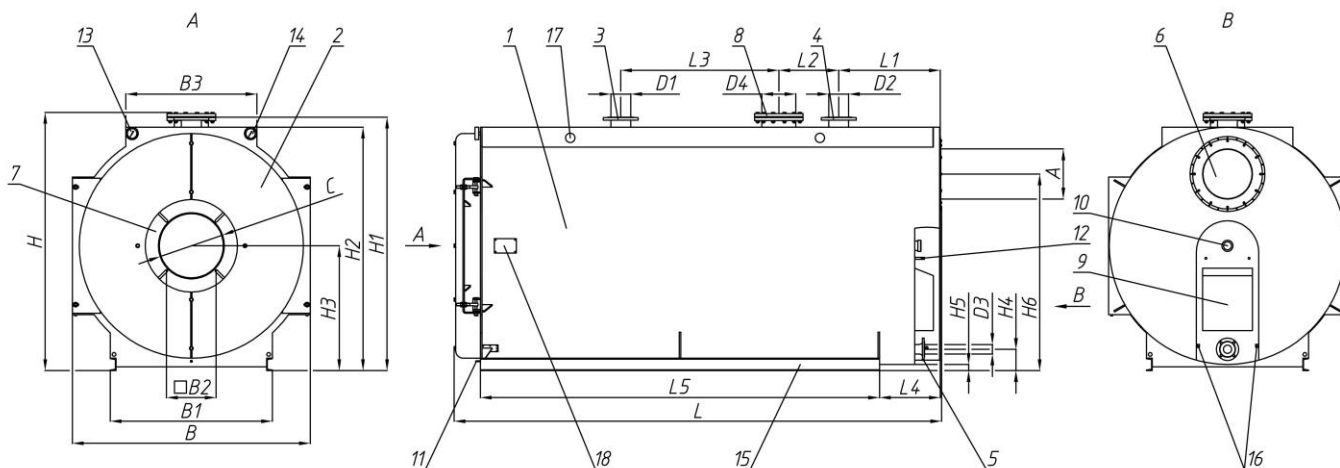

Рис. 1 Водогрейный котел типа LAVART серии P (Professional).
- 2.1.8. Перед открытием люка поз. 8 (см. рис. 1) необходимо:
- раскрутить болтовые соединения дверей поз.2 (см. рис.1);
- снять защитный кожух предохранительно-взрывного клапана поз.9 (см. рис.1);